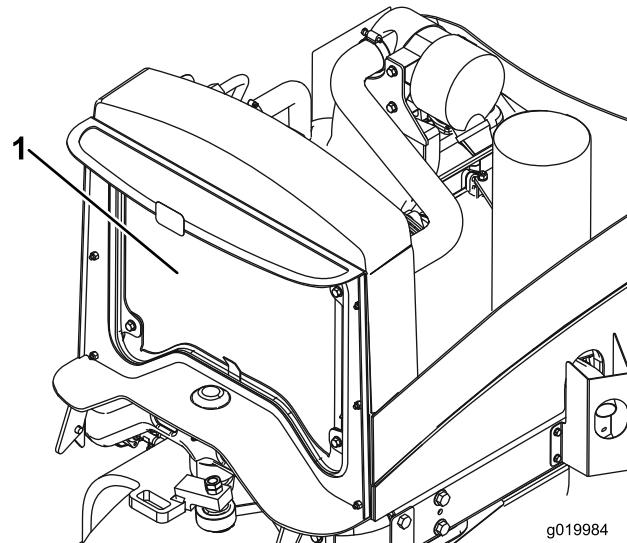

Figura 52
2. Pulite accuratamente con acqua o aria compressa entrambi i lati dell'area del radiatore/radiatore dell'olio (Figura 52).